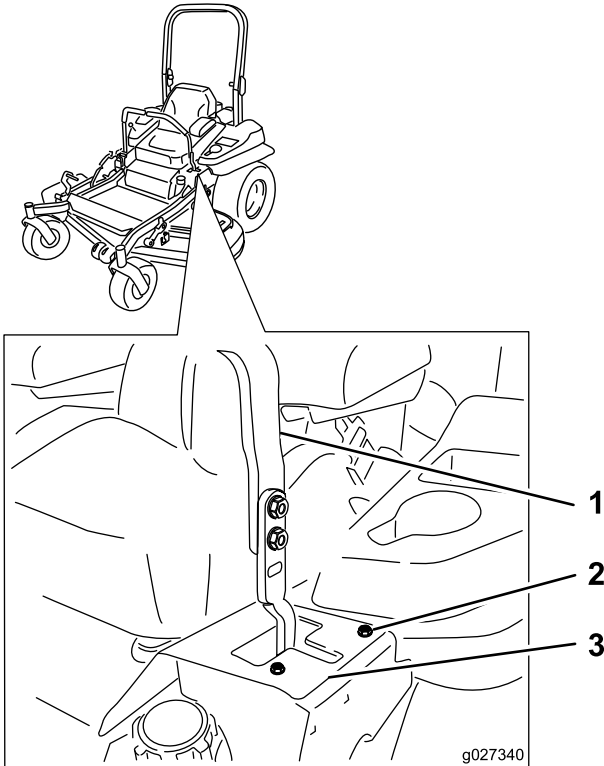

Bild 65
6. Wenn die Maschine nach rechts zieht, lösen Sie die Schrauben und versetzen die linke Anschlagplatte am linken T-Schlitz nach hinten, bis die Maschine geradeaus fährt (Bild 65).
7. Wenn die Maschine nach links zieht, lösen Sie die Schrauben und versetzen die rechte Anschlagplatte am rechten T-Schlitz nach hinten, bis die Maschine geradeaus fährt (Bild 65).
8. Ziehen Sie die Anschlagplatte fest (Bild 65).